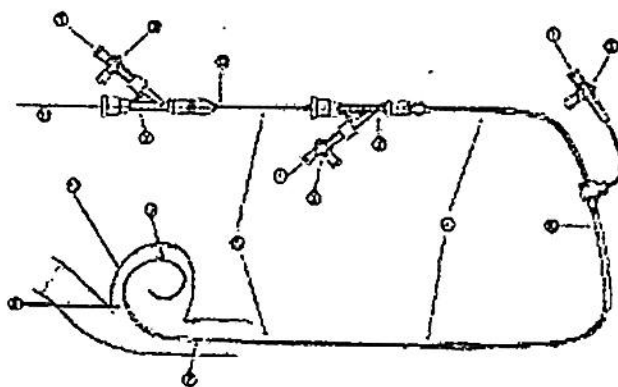

Figura 1 Configuración del procedimiento
1. Consulte la Figura 1, diagrama para la realización del procedimiento. Enjuague apropiadamente todos los componentes del sistema.